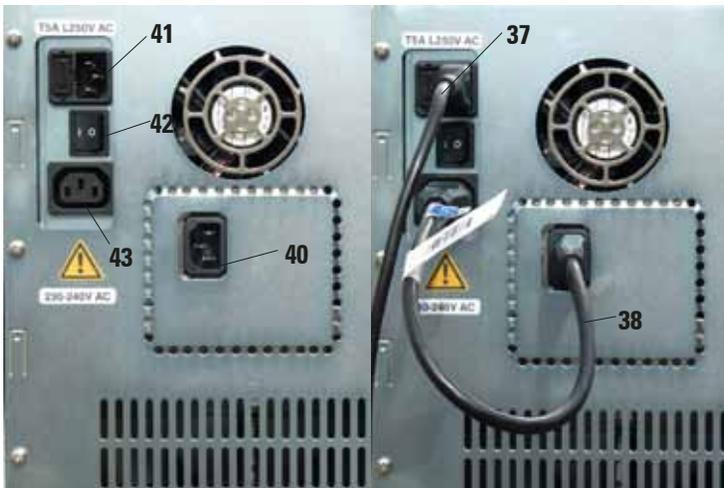

Abb. 4
Das Gerät muss so aufgestellt werden, dass der Netzschalter an der Geräterückseite (Abb. 4, 42) jederzeit erreichbar ist.
- ON/OFF-Schalter an der Geräterückwand (Pos. 42 in Abb. 4) einschalten (**ON**).